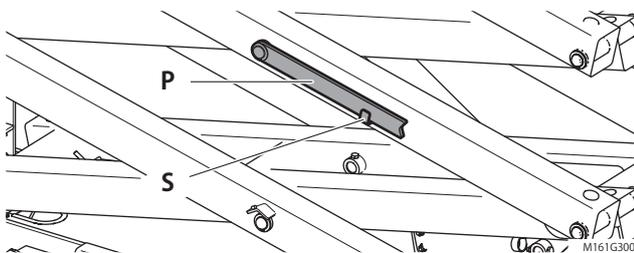

Fig. 1-11
- Verstauen Sie die Sicherheitsstütze (Fig. 1-11, P) bei Nichtverwendung (Fig. 1-11, S) in ihre Verstaungsposition.